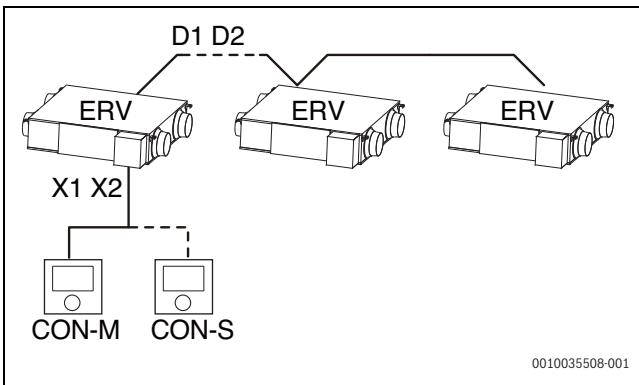

Bild 17 Mehrere ERV-Geräte
- Gruppe von bis zu 16 ERV-Geräten, die nur durch einen oder zwei Raumregler (Master/Slave) angesteuert werden (→ Abb. 17).